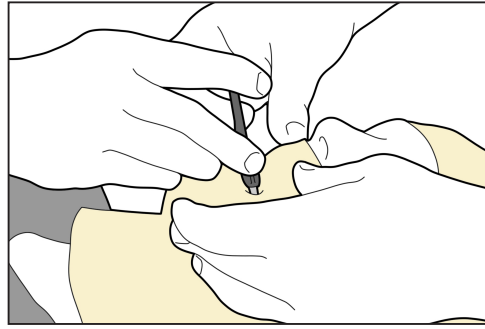

图12
3. 在面罩尚未定型时, 将咬合板穿过面罩插入患者口中 (图 12)。
4. 使用导板将咬合板插入到正确的深度 (图 12)。